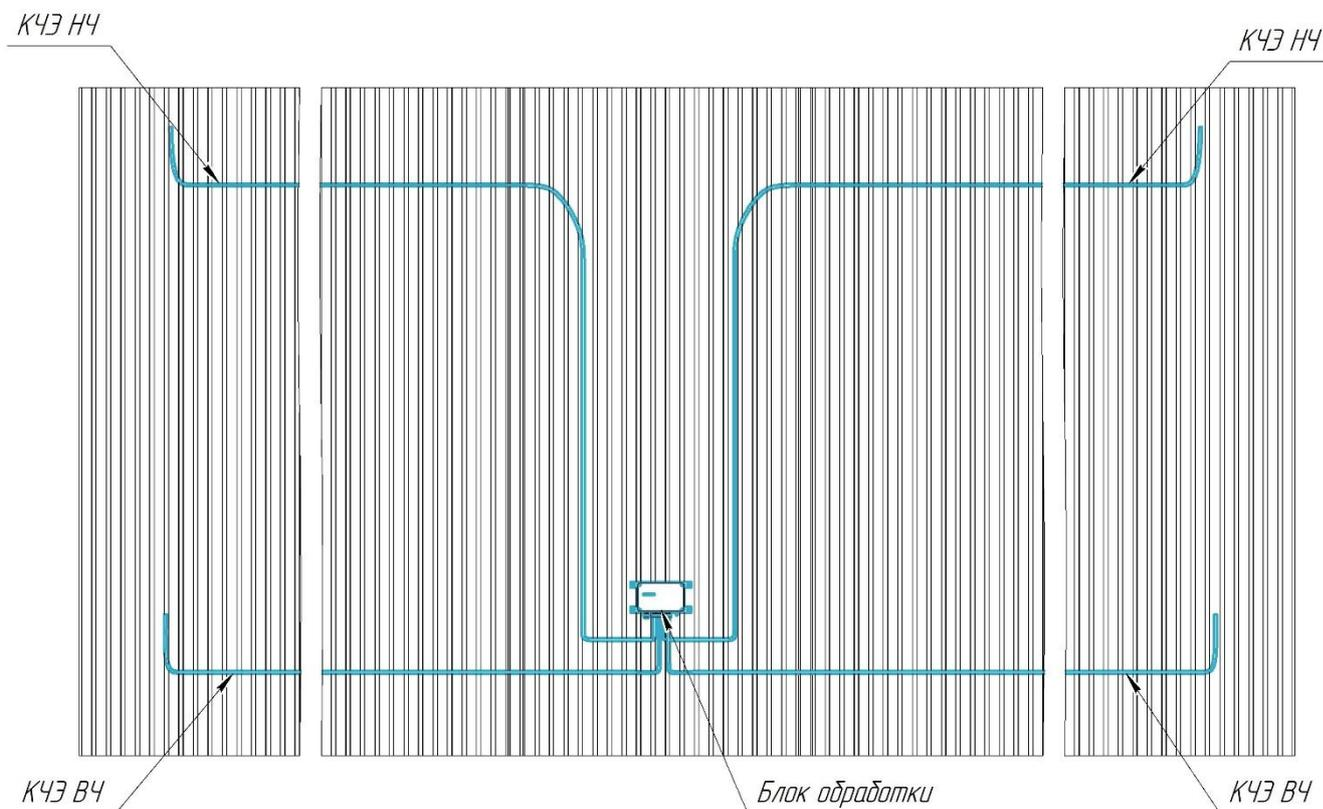

Рисунок 9
4) кабельные ЧЭ НЧ и ЧЭ ВЧ крепить с помощью металлических скоб и заклепок вытяжных из состава комплекта монтажных частей Скоба-СК (комплект монтажных частей Скоба-СК в состав изделия не входит приобретается отдельно), прикрепить КЧЭ НЧ (ВЧ) на расстоянии не более 0,7 м (рекомендуемое значение – 0,4 м) от верхнего (нижнего) края заграждения из металлического профиля, начиная от дальнего конца КЧЭ (Рисунок 9);